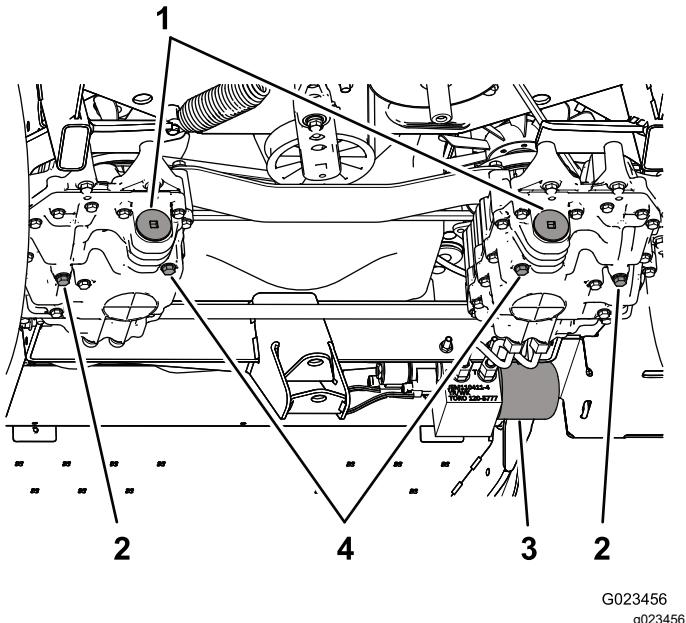

Figure 74
3. Enlevez le bouchon de vidange sur le côté pompe et le bouchon de vidange sur le côté boîtier d'engrenage (Figure 74), et faites une vidange complète de l'huile.